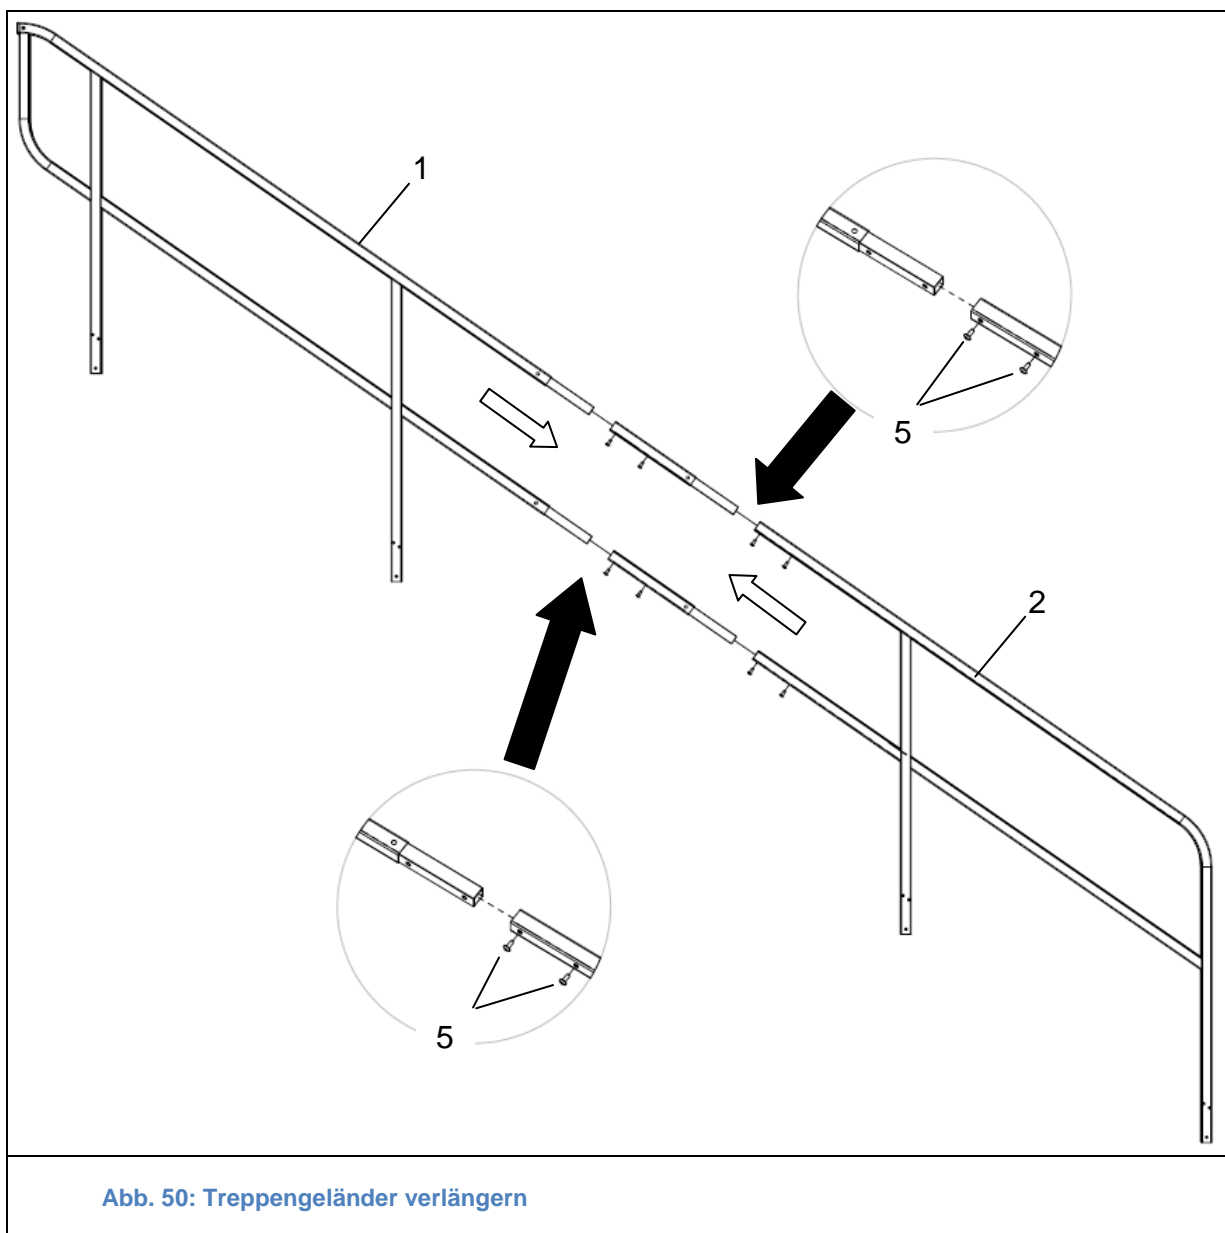

Abb. 50: Treppengeländer verlängern
1. Zwischenstück (Abb. 50/2) in unteren Geländerabschnitt (Abb. 50/6) einsetzen und mit Linsenkopfschrauben M8x20 (Abb. 50/5) im Zwischenstück (Abb. 50/2) verschrauben.
2. Zwischenstück (Abb. 50/2) in den oberen Geländerabschnitt (Abb. 50/1) einsetzen und alles mit Linsenkopfschrauben (Abb. 50/5) befestigen.